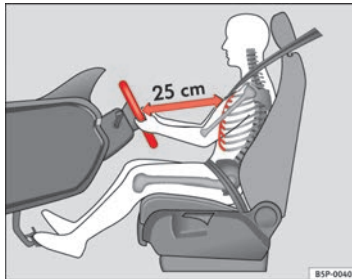

Abb. 1 Der richtige Abstand des Fahrers zum Lenkrad
- Stellen Sie das Lenkrad so ein, dass der Abstand zwischen Lenkrad und Brustkorb mindestens 25 cm beträgt ⇒ Abb. 1.
- Stellen Sie den Fahrersitz so ein, dass zwischen Ihrem Brustkorb und der Lenkradmitte ein Abstand von mindestens 25 cm vorhanden ist ⇒ **Abb. 1**. Beträgt der Abstand weniger als 25 cm, kann Sie das Airbag-System nicht richtig schützen.